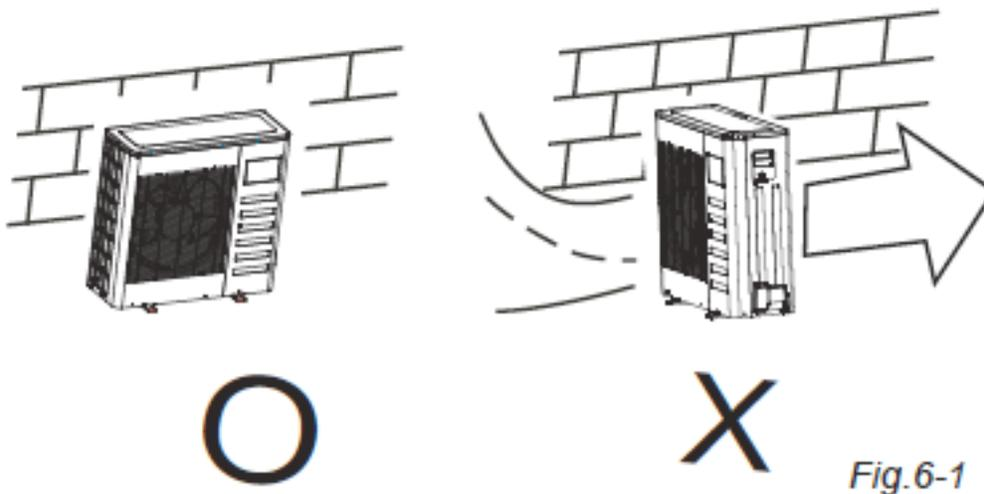

Fig. 6-1
- Se o lugar da instalação é exposto aos ventos fortes como a beira-mar, assegure-se de que o ventilador está operando corretamente colocando-a longitudinalmente junto a parede ou usando um escudo contra o pó. (Refira-se à Fig. 6-1)